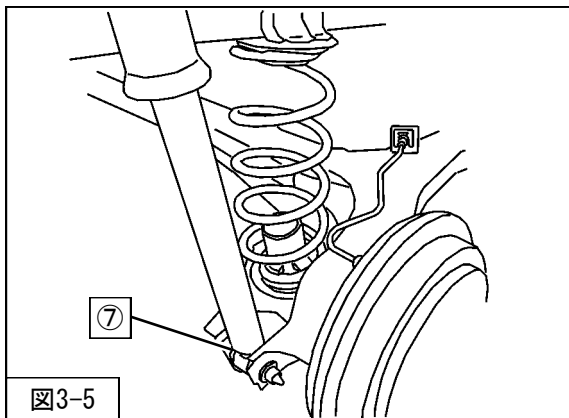

図3-5
6. ⑦リアショックアブソーバASSYロア取付ボルトを取外してください。(図3-5)